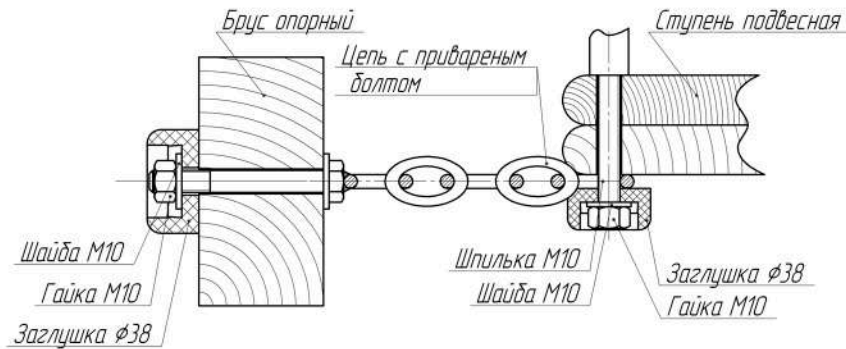
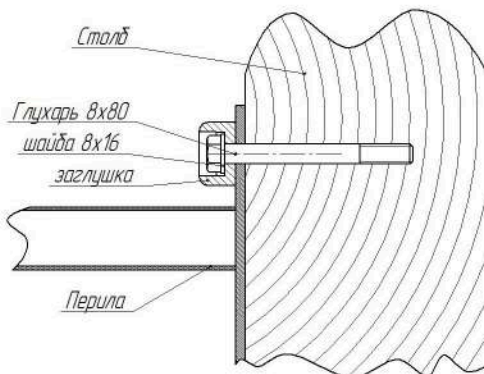

Рис. 13 — крепление подвесного мостика
Рис. 14— крепление металлических перил
8.2 Установить подвесной мост (рисунок 13) и перила мостов (рисунок 14)